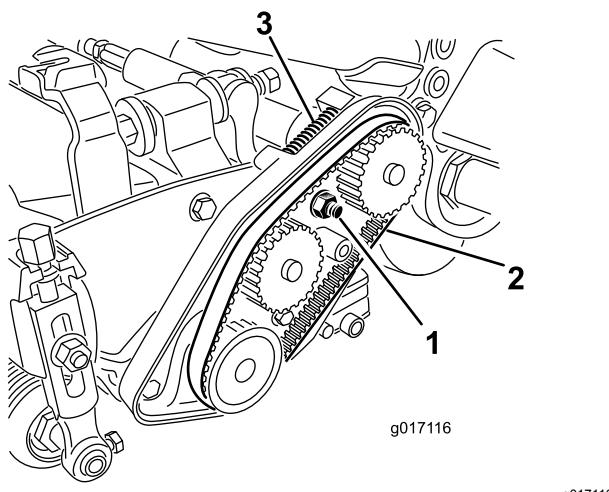

Figura 16
3. Afloje la tuerca del alojamiento del cojinete (Figura 16).
5. Retire la correa (Figura 16).
12. Asegúrese de que el muelle de compresión aplica tensión a la correa (Figura 16).